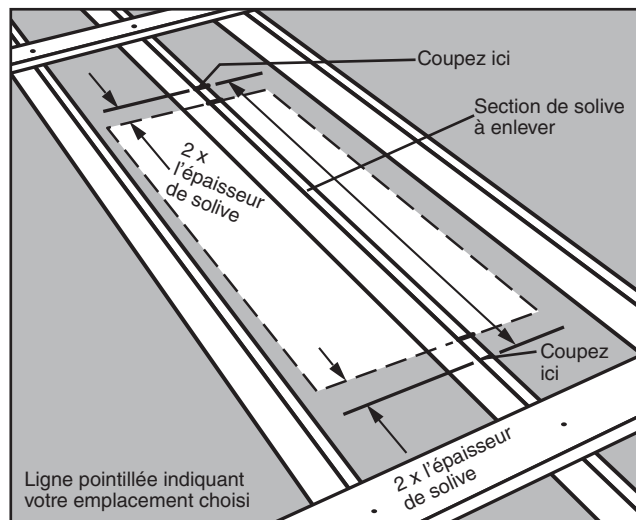
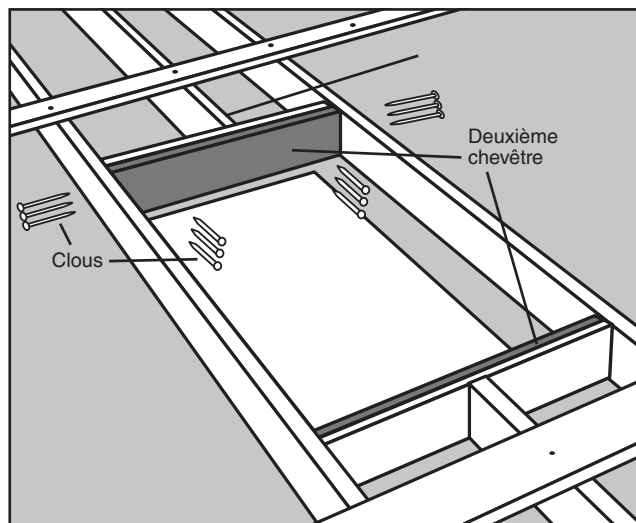

FIGURE 10
FIGURE 16
**ÉTAPE 4.** Déterminez l'endroit où couper la ou les solive(s). La Figure 10 montre où marquer la/les solive(s) traversant votre emplacement choisi. Notez qu'il faut les marquer de nouveau depuis le bord de votre emplacement, à une distance de deux fois l'épaisseur d'une solive (en général 3 pouces ou 7,6 cm). Cela laisse de la place pour deux chevêtres de la taille d'une solive placés contre chaque extrémité de solive coupée (Voyez la Figure 16 en page 42).
- ÉTAPE 6.** Placez une deuxième rive contre la première et clouez-la dessus avec (3) clous 16d au travers de chaque solive (Voyez la Figure 16).
- ÉTAPE 7.** Plantez (3) clous 16d au travers des solives dans chaque extrémité de la deuxième rive (Voyez la Figure 16).